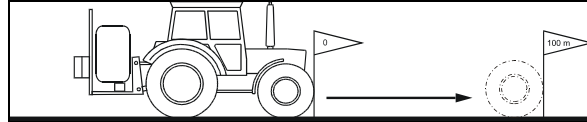

Bild 4
2. Markera början och slut på mätsträckan (Bild 4).